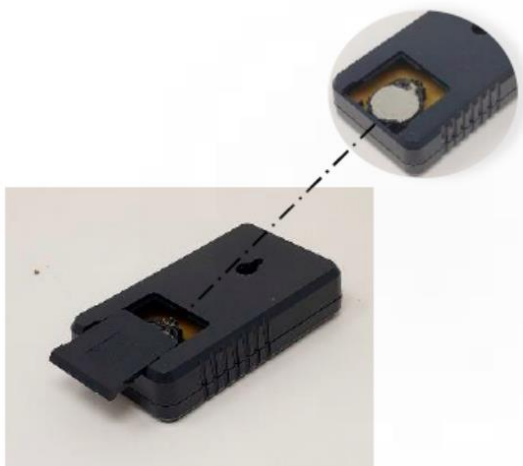

Рис. 6-1
1. Снимите крышку аккумулятора на задней части пульта управления, как показано на Рис. 6-1.
2. Установите аккумулятор (включен в поставку) CR2032 «+» вверх (Рис. 6-1).